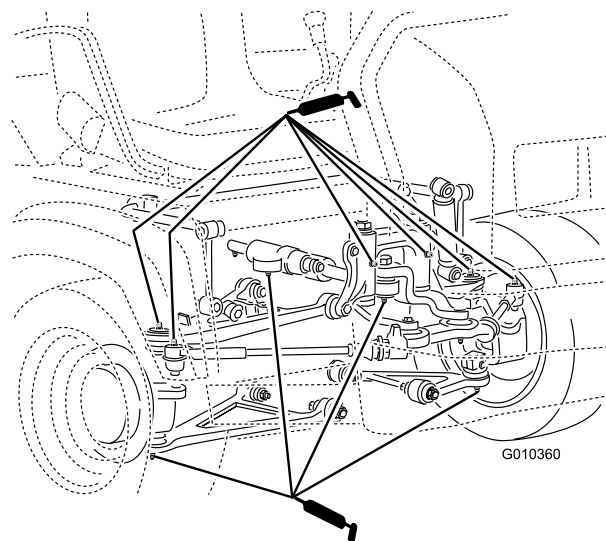

図 41
- ・ ボール・ジョイント (4)、タイ・ロッド (2)、ピボット・マウント (2)、ステアリング・シリンダ (2) (図 41)